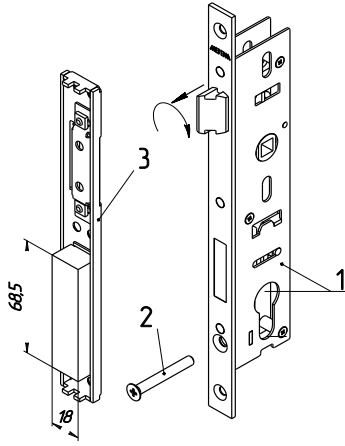
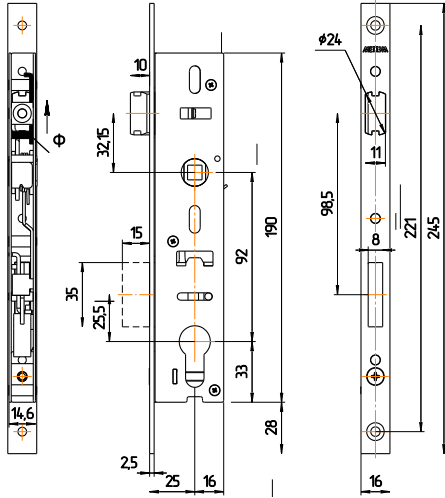

Рис.1
Рис.2
Комплектность замка приведена в таблице и показана на рис. 1.
4.1. Произвести разметку на двери (см. рис.2.). Выполнить на торце полотна двери гнездо для корпуса замка, а также отверстия для крепежа замка. Выполнить на полотне двери отверстия для цилиндрического механизма, для стержня ручек фалевых и крепежа, а в дверной коробке – отверстие для планки запорной (см. рис.1).
4.2. Установить, при необходимости, защелку в соответствующее положение для правой или левой двери путем ее выдвигения из корпуса и разворота на 180° вокруг своей оси (см. рис.1), предварительно подняв фиксатор защёлки (Ф) в крайнее верхнее положение (см. рис.2).